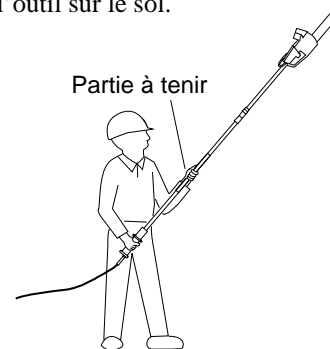

Figure 9 - Parties à tenir désignées
2. Se servir des deux mains pour tenir le coupe-branche. Ne le tenir que dans les parties désignées pour l'utiliser (voir la Figure 9). Tenir fermement. Les pouces et les doigts doivent entourer la poignée et le manche du coupe-branche.